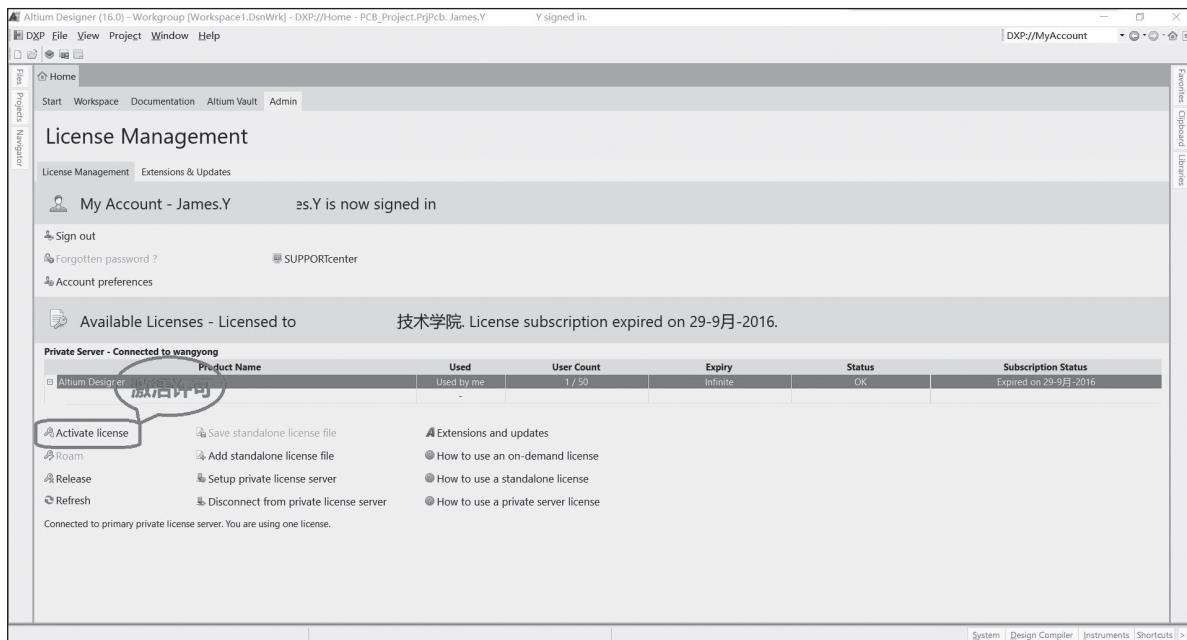

图1-19 授权成功后的Home界面
(2) 在此界面中,一般正常情况下是自动连接上的,如果不能自动连接,只需将教师机服务器Primary Server中的Server name或者Server address和Server port设置为教师机的电脑名称或者IP地址与端口固定号21001就行,然后单击“OK”按钮就成功链接教师机服务器。激活许可后在学生机电脑端可以直接看到licensed to XXXX、授权给机构的名称及时间段。此时,软件正式安装授权成功,可以正常使用了,授权成功后的Home界面如图1-19所示。